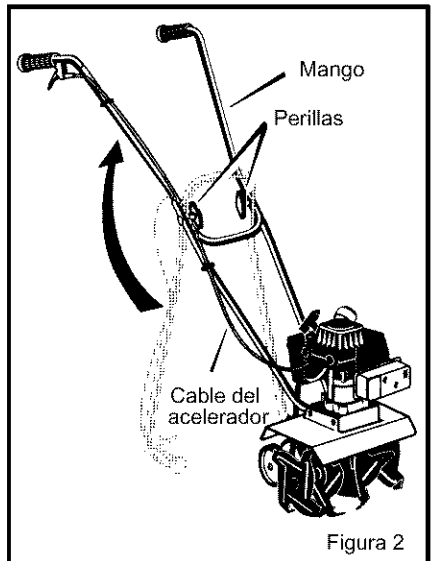

Figura 2
- 1. Afloje las **perillas** (vea la Figura 2). Incline la cultivadora hacia adelante, gire y levante el **mango superior** a la posición vertical. Asegúrese de que el **cable del acelerador** no quede atrapado entre los mangos.